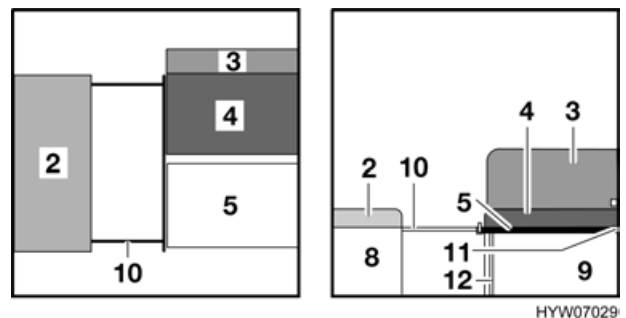

Bild 56 Während des Umbaus
- Die Stütze (Bild 56,12) auf der Tischunterseite ausklappen.
- Die Tischplatte im 45°-Winkel in die untere Halteschiene (Bild 56,11) einsetzen und vor dem Bettkasten der Mittelsitzbank (Bild 56,9) absenken.
- Die Bettkasten-Verlängerung (Bild 56,10) an der Längssitzbank bis zum Anschlag herausziehen.